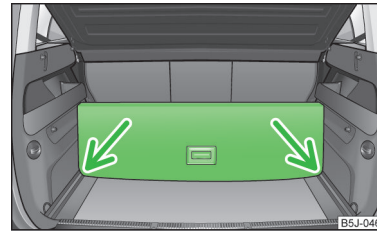

Abb. 49
- › Den Teil mit der Halterung anheben und diesen durch Einschieben in die mit Pfeilen gekennzeichneten Nuten sichern » **Abb. 49**.